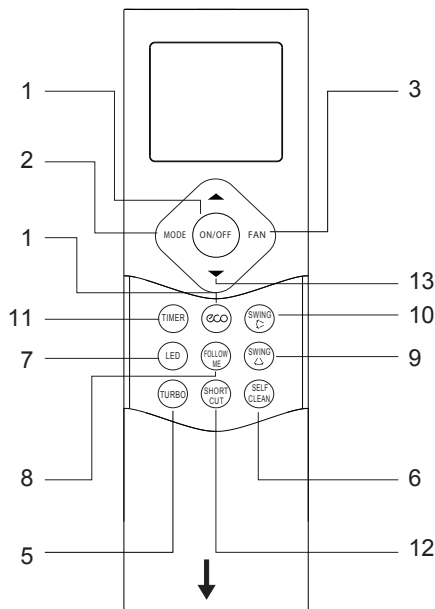

fig. 1 -
Il telecomando ("fig. 1 -") è composto da una serie di tasti e da un display che visualizza tutte le funzioni attive ed i vari parametri necessari all'utente ed all'installatore per un corretto utilizzo dell'unità stessa.
- Funzionamento SWING** (non visualizzata sul display del telecomando, il display dell'unità interna mostra la scritta "ON" per 3 secondi all'attivazione della funzione, "OF" per 3 secondi alla disattivazione della funzione). Premendo il tasto "SWING", si attiva il movimento automatico del deflettore. Tenendo premuto il tasto SWING (part. 9 "fig. 1 -") si attiva il movimento automatico del deflettore. Premendo una volta il tasto SWING (part. 9 "fig. 1 -") si aggiusta la direzione del deflettore a intervalli di 6°.
- Blocco tasti.** Premendo contemporaneamente i tasti "TURBO" (part. 5 "fig. 1 -") e "SELF CLEAN" (part. 6 "fig. 1 -") per un secondo si attiva/disattiva il blocco della tastiera del telecomando.
- Funzione shortcut.** Permette di salvare e richiamare rapidamente le impostazioni. Premere il tasto "Shortcut" (part. 12 "fig. 1 -") per 2 secondi per memorizzare le proprie impostazioni. Premere il tasto "Shortcut" (part. 12 "fig. 1 -") per richiamare le impostazioni salvate.